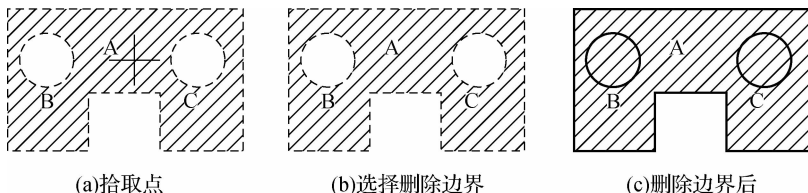

图 3-21 删除边界过程
②“添加:选择对象”按钮:指定选择要填充的对象,常用在多个或多重嵌套的图形。
③“删除边界”按钮:从边界定义中删除之前添加的任何对象,如图 3-21 所示。